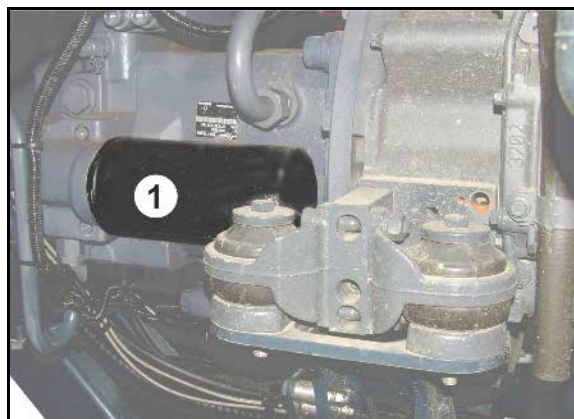

Fig. 184
1. Åbn afdækningen (Fig. 184/1) på venstre side af kabinen.
2. Lås filteret (Fig. 184/2) op, tag det ud, og udskift det.